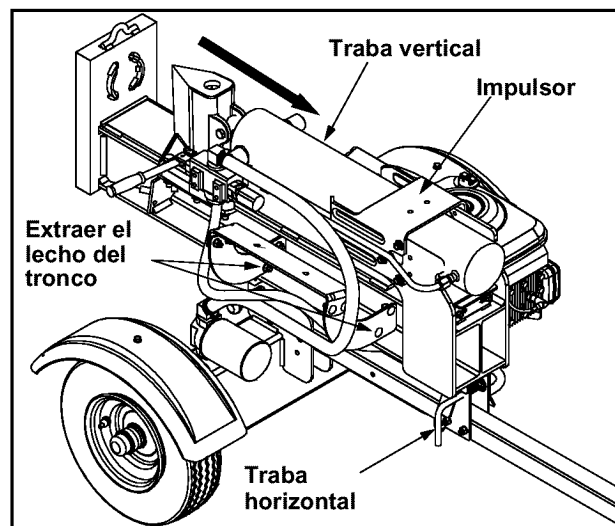

Figura 3
- Desconecte el dislodger del rayo soldado el anaquel por quitando los seis tornillos de maleficio y arandelas planas. Ver la Figura 3.